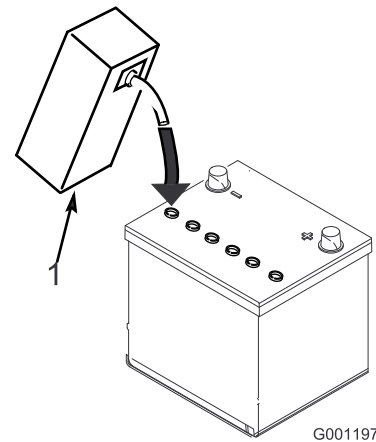

Figura 4
4. Aguarde aproximadamente 20 a 30 minutos para que as placas fiquem embebidas em eletrólito. Se necessário, volte a colocar eletrólito até ficar cerca de 6 mm acima do fundo do depósito de enchimento (Figura 4).
3. Encha cuidadosamente cada célula com eletrólito até as placas estarem cobertas com cerca de 6 mm de fluido (Figura 4).